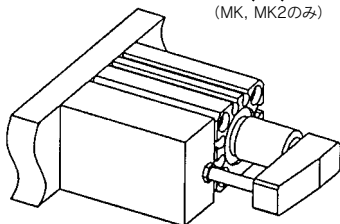

図3
①シリンダのピストンロッドに回転力を加えますと、作動不良、不回転精度の低下を招きますので、ご使用に際しては、必ず下記の事柄を守ってください。
- ①シリンダは必ず垂直に取付けて使用してください。(図3) (MK, MK2のみ)